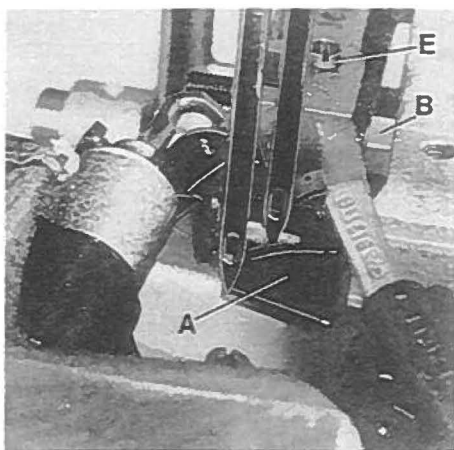
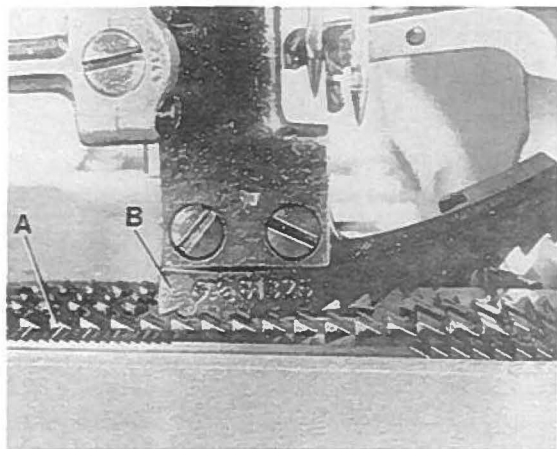
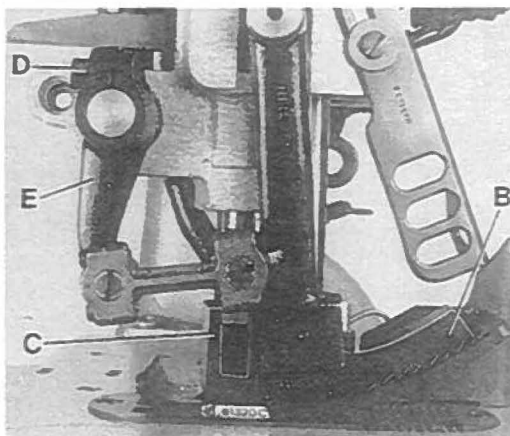

Fig.16
Fig.19
Fig.21
When the needle guard (A, Fig. 16) is in its most forward end position, its guarding surfaces should just contact the back of the needles without deflecting them.
After loosening screw (B, Fig. 16) needle guard (A) can be moved accordingly to the front or to the rear. Retighten screw.
Wenn der Nadelanschlag (A, Fig. 16) in seiner vorderen Endstellung ist, sollen seine Schutzflächen die Rückseite der Nadeln gerade berühren ohne sie abzulenken.
Nach lösen der Schraube (B, Fig. 16) kann der Nadelanschlag (A) entsprechend nach vorne oder hinten geschoben werden. Ziehen Sie die Schraube wieder an.
At highest point of feed travel the rear teeth of the feed dog (A, Fig. 19) should just project their full depth above the top surface of throat plate. Adjust the supporting screw (E, Fig. 16) in the feed bar to the required height and assemble the feed dog.
Assemble the upper feed dog (B, Fig. 21) and the presser foot (C). The upper feed dog (B) should not push against the front or rear end when moving in the slots of presser foot (C). Simultaneously the upper feed dog (B, Fig. 19) should be positioned so that the tips of its teeth engage with the tooth spaces of the lower feed dog (A), without contacting it. When the lower feed dog (A) is in its highest and the upper feed dog (B) in its lowest point of travel, there must be a small gap between both feed dogs. The feed travel of the upper and the lower feed dog should be synchronous.
For setting the upper feed dog with respect to the slot ends in the presser foot and the tooth spaces of the lower feed dog, loosen screw (D, Fig. 21) and turn drive lever (E) accordingly to the front or rear. Retighten screw.
Im höchsten Punkt der Transportbewegung sollen die hinteren Zähne des Transporteurs (A, Fig. 19) gerade eine Zahnhöhe über die Stichplattenoberfläche ragen. Stellen Sie die Stützscharbe (E, Fig. 16) im Transporteurträger auf die entsprechende Höhe und montieren Sie den Transporteur.
Montieren Sie den Obertransporteur (B, Fig. 21) und den Drückfuß (C). Der Obertransporteur (B) darf bei seiner Bewegung in den Schlitten im Drückfuß (C) weder vorne noch hinten anstoßen. Gleichzeitig muß der Obertransporteur (B, Fig. 19) so positioniert sein, daß die Spitzen seiner Zähne in die Zahnluken des unteren Transporteurs (A) eingreifen, ohne diesen zu berühren. Wenn der untere Transporteur (A) in der höchsten und der Obertransporteur (B) in der untersten Stellung seiner Bewegung ist, muß zwischen beiden Transporteurs ein Luftspalt sein. Der Transportweg von oberem und unterem Transporteur muß gleich (synchron) sein.
Zum Einstellen des Obertransporteurs im Bezug zu den Schlitzenden im Drückfuß und zu den Zahnluken des unteren Transporteurs, lösen Sie die Schraube (D, Fig. 21) und schwenken den Antriebshebel (E) entsprechend nach vorne oder hinten. Ziehen Sie Schraube wieder an.
The motion should be set so that the rear four teeth of the upper feed dog (B, Fig. 21) remain approx. 1/3 of their height in the presser foot slots when lifting.
Die Bewegung muß so eingestellt sein, daß die hinteren vier Zähne des Obertransporteurs (B, Fig. 21) beim Abheben noch mit etwa 1/3 ihrer Höhe in den Drückerfußschlitzen sind.